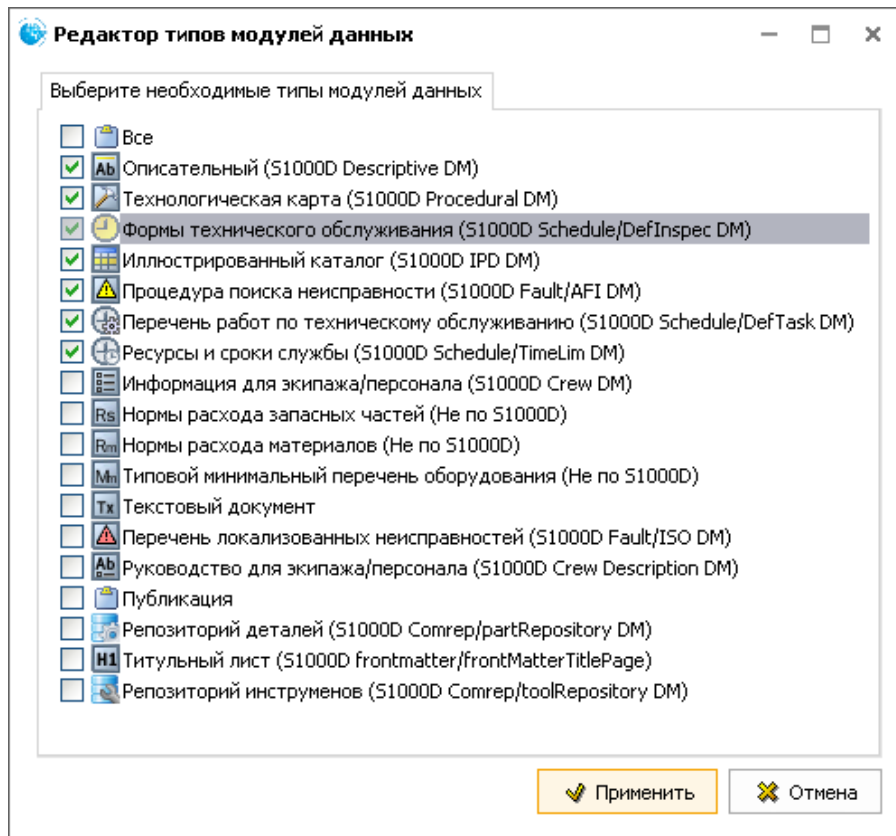

Рис. 67
– **По типу модуля данных.** Для выбора определенных типов МД для поиска включите радиокнопку у параметра **Выбранные типы** и нажмите на кнопку  справа от иконок МД. В окне **Редактор типов модулей данных** укажите требуемые для поиска типы МД и нажмите на кнопку **Применить** (Рис. 67).